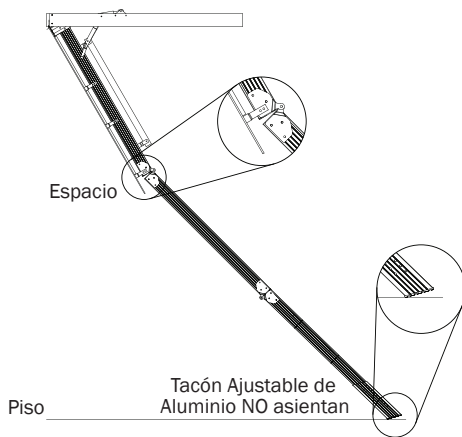

Figura 14
1. Si la escalera de ático de aluminio se ve como la Figura 14 o 15, la escalera de ático no fue cortada correctamente o los tacones ajustables no fueron instalados apropiadamente. Revise nuevamente las medidas "A" y "B", la escalera de ático de aluminio no es segura para usarse.